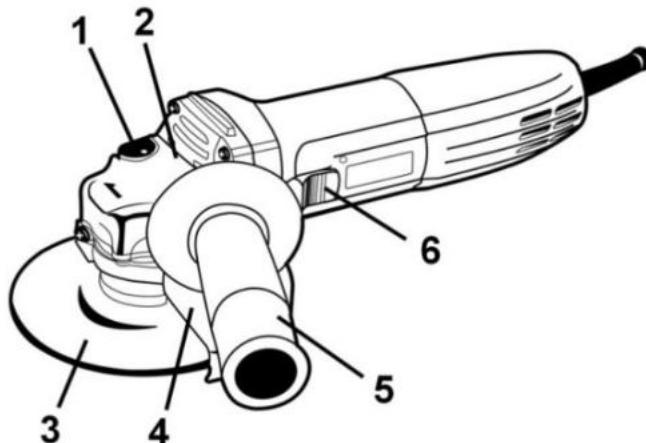

Рисунок 1
2.2.1 Конструкція виробу складається з одноступеневого редуктора з конічними шестернями в металевому корпусі (2), який приєднаний до пластикового несучого корпусу з колекторним двигуном змінного 1-фазного струму, перемикачем (6), мережевим шнуром живлення згідно з рис.1. Вихідний вал редуктора розташований перпендикулярно осі двигуна і є робочим шпинделем для приєднання змінних насадок (абразивних дисків) (3) з фіксацією затискою гайкою, або накрученими на шпиндель. На металевому корпусі (2) хомутовим з'єднанням закріплений захисний кожух (4) з можливістю фіксованого позиціонування по колу. Для фіксації шпинделя під час зміни дисків (3) в корпусі редуктора (2) передбачений кнопковий фіксатор (1). Електрична частина виробу складається з колекторного однофазного електродвигуна змінного струму, вимикача електроструму, з'єднувальних проводів і мережевого шнура. Захист від ураження електричним струмом користувача у виробу відповідає класу II за ДСТУ EN 61140:2015.